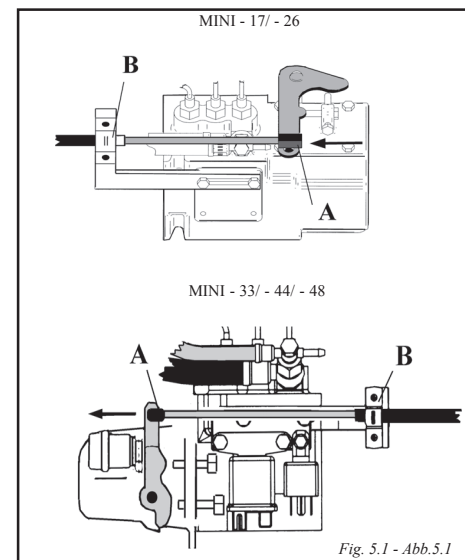

Fig. 5.1 - Abb.5.1
Conectar el cable de mando a la rótula montada en la palanca (A) y fijar el cable con la abrazadera (B). Ajustar de manera que no empiece a dar gas hasta que haya entrado la marcha del inversor (Fig. 5.1).
Connect control cable to the ball-joint fitted to the lever (A) and position the cable with the clamp (B). Adjust in a way that gas is not delivered until the inverter gear is engaged (Fig. 5.1).
Brancher le câble de commande à la rotule du levier (A) et le fixer avec le collier (B). Régler de sorte à ne pas donner de gaz avant d'avoir passé la vitesse de l'inverseur (Fig. 5.1).
Collegare il cavo del comando la rotula montata sulla leva (A) e fissare il cavo con il morsetto (B). Regolare in modo che non cominci a dare gas fino a che non sia entrata la marcia dell'invertitore (Fig. 5.1.).
Schließen Sie das Fernsteuerungskabel an die auf dem Hebel (A) angebrachte Kniescheibe an und befestigen Sie es mit der Kabelklemme (B). Stellen Sie die Fernsteuerung so ein, daß erst dann Gas gegeben wird, wenn ein Gang des Umschaltgetriebes eingelegt ist (Abb. 5.1).